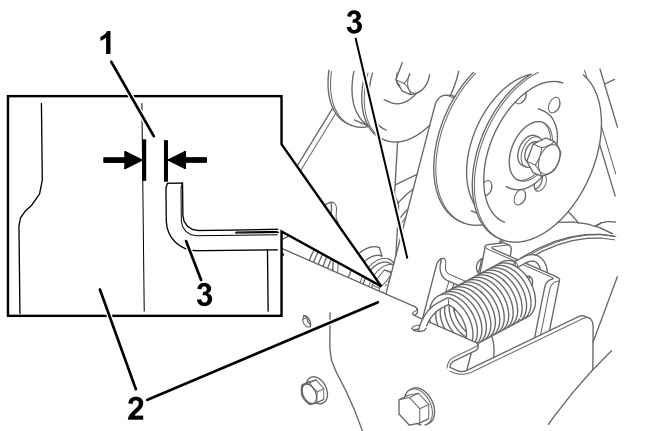

Figura 31
3. Cu maneta pentru melc/rotor decuplată, asigurați-vă că distanța dintre braul melcului și cadrul mâinii este de 1,5 mm, așa cum se arată în Figura 31.